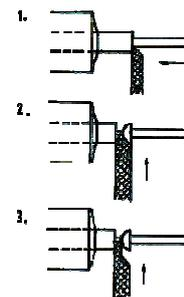

Abb. 12: Bolzen drehen - drei Operationen in einer Spannung: Rohdurchmesser = Kopfdurchmesser
d. Drehen: So ein Bolzen ist ein typisches Drehteil, wenn er nur nicht so verdammt klein wäre. Daß man sie drehen kann, weiß jeder, der schon mal einen Uhrdeckel geöffnet hat. Jetzt braucht man also nur noch die Bedingungen festzulegen. Zuerst die Materialwahl: Kupfer scheidet aus, es hat eine zu geringe Biegefestigkeit und schmiert, ist also ein denkbar schlechtes Drehmaterial. Da bleibt eigentlich nur Messing. Es läßt sich wunderbar drehen und hat auch sonst noch ein paar gute Eigenschaften. Der Zyklus der Verspannung ergibt sich aus dem geringen Durchmesser des Werkstücks (Abb. 12): 1. Andrehen des Schaftdurchmessers, 2. Einstechen der Kopfform mit Formstahl (teilweise), 3. Abstechen mit Abstechstahl. Aus diesem Ablauf ergibt sich die erste Anforderung an das Fertigungsmittel: Es müssen sich drei Stähle pro Werkstück an den Ort bringen lassen. Und dann kommt noch eine Anforderung hinzu, die sich aus einem ganz merkwürdigen Verspannungsverhalten ergibt: Je höher die Schnittgeschwindigkeit, desto geringer ist der Schnittdruck. Also ist dem mickrigen Stäbchen nur mit hoher Schnittgeschwindigkeit, d.h. mit hoher Maschinendrehzahl beizukommen. Wenn jemand trotz der versteckten Warnung einen Versuch dazu unternehmen will, muß noch gesagt werden, daß die Umdrehungszahlen der im Handel befindlichen Klein-Drehmaschinen nicht ausreichen. Wenn der Bolzen etwas dicker wäre, würde man den Kopf nach vorn spannen.